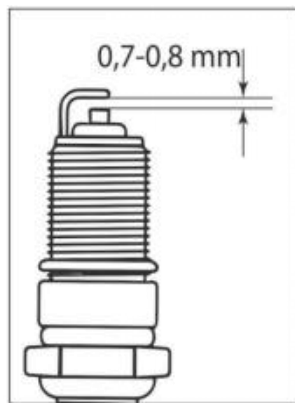

Fig. 27
7. Sprawdź szczelinę między elektrodą uziemiającą a elektrodą środkową za pomocą specjalnej sondy. W razie potrzeby ustaw szczelinę na 0,7-0,8 mm (rys. 27).